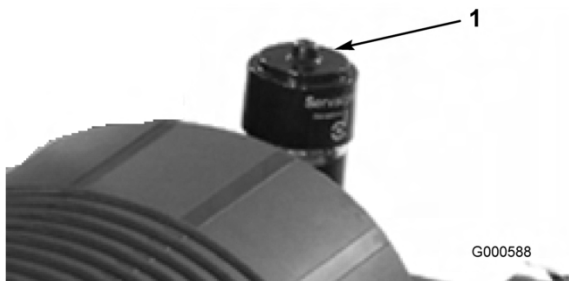

図 28
エア・クリーナの整備はインジケータ（図 28）が赤色になってから行ってください。早めに整備を行っても意味がありません。むしろフィルタを外したときにエンジン内部に異物を入れてしまう危険が大きくなります。
6. インジケータ（図 28）が赤になっている場合はリセットする。